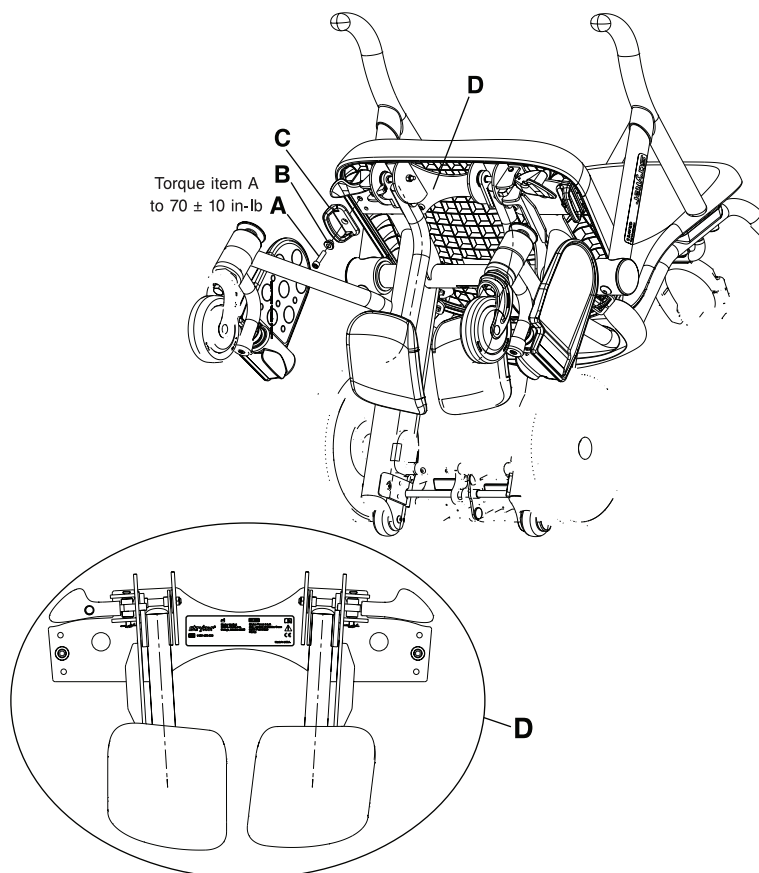

Fig. 8-36: Lægstøttens svejsning
3. Hvis enheden er udstyret med en krog til en kateterpose, bruges en 3/16 tommer sekskantnøgle til at fjerne cylinderskruerne med kant (A), der holder krogen til kateterposen fast på begge sider af stellet. Bortskaf krogene til kateterposer (C) og skruerne (A) (Fig. 8-36 på side 8-54).
4. Placer den vedlagte monteringsplade til lægstøtten (1460-166-005) (D) i bunden af stellet (Fig. 8-36 på side 8-54).
5. Juster positioneringstapperne på bunden af de vedlagte kroe til kateterpose (1460-001-0 51) (C) i forhold til styrehullerne på lægstøttens monteringsplade (Fig. 8-36 på side 8-54).
6. Sæt det vedlagte afstandsstykke (1460-116-0 25) (B) til krogen til kateterposen ind i hullet på krogen (Fig. 8-36 på side 8-54).
7. Brug en 1/4 tommer sekskantnøgle og de vedlagte cylinderskruer (0004-575-000) (A) til at sætte krogen til kateterposen og lægstøttens monteringsplade fast på undersiden af stellet på begge sider. Brug en 3/8 tommer drejementnøgle til at spænde skruerne til  $70 \pm 10$  in-lb ( $8 \pm 1,1$  Nm).
4. Brug en 1/4 tommer sekskantnøgle til at fjerne cylinderskruerne (A), der holder krogen til kateterposen og lægstøttens monteringsplade fast på undersiden af stellet. Fjern lægstøttens monteringsplade (D), afstandsstykket til kateterposekrogen (B) og krogen til kateterposen (C) (Fig. 8-36 på side 8-54). Gem lægstøttens monteringsplade, skruerne, afstandsstykker og krogene til kateterposer.